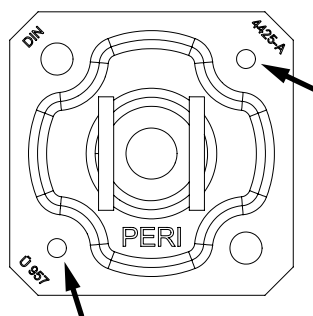
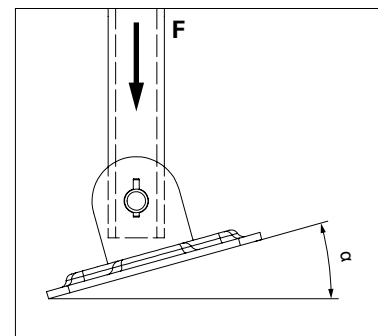

Abb. A1.04a
Abb. A1.04b
- Ab einem Aufstellwinkel von 15° muss die Fußplatte an den gekennzeichneten Bohrungen ($\varnothing 11$ mm) mit Schrauben gesichert werden. Der Schraubenkopf muss eben an der Fußplatte anliegen. Eine Schraubenvorspannung ist nicht erforderlich. (Abb. A1.04a) + Abb. A1.04b)